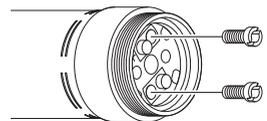

図 9
- 2) カーボンブラシを止めているねじを、マイナスドライバを用いて取り外します（図 9）。